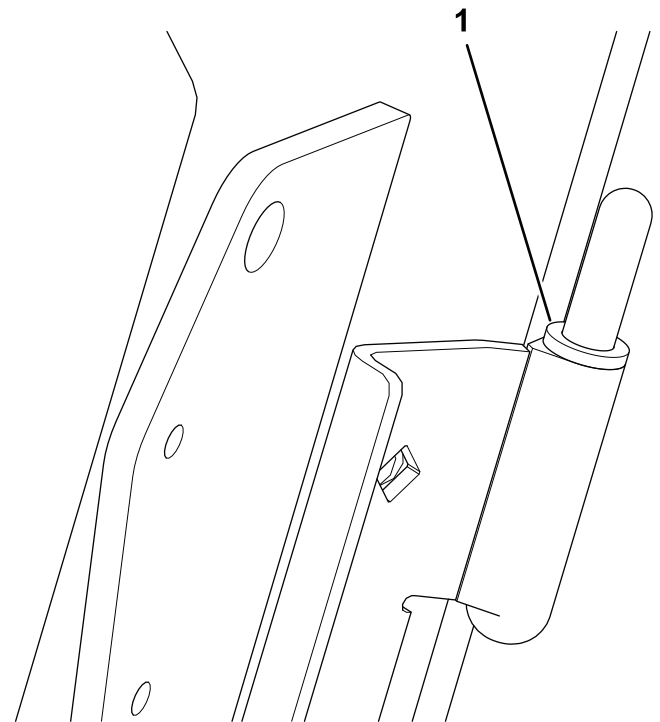

Bild 5
8. Befestigen Sie beiden Abstandhalter an jeder Türbefestigung (einen am oberen und einen am unteren Scharnierbolzen); siehe Bild 5.